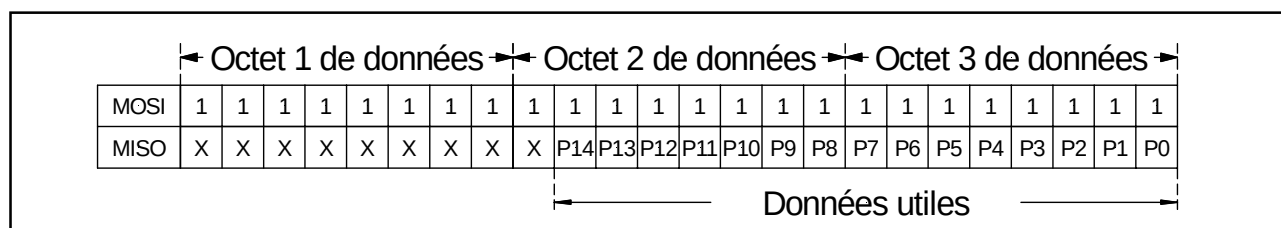

Figure 5: Transmission de données sur 3 octets d'une valeur de pression codée sur 15 bits
Pour démarrer une transmission de données, le maître met la ligne „Slave Select“ (SS) du capteur de pression à l'état BAS (masse). La valeur de pression est transmise sous forme d'un mot de 15 bits à l'intérieur d'une suite de 3 octets de données (voir Fig 5). Les capteurs de pression digitaux des séries HCE de Sensortronics ne sont pas conçus pour recevoir des données. Il est donc recommandé de ne transmettre sur la ligne MOSI que des niveaux HAUTS (=1) pour éviter toute perturbation ou mauvaise interprétation du capteur (voir également la remarque au paragraphe 3.1). Etant donné que le maître est tout de même susceptible d'envoyer un ordre au capteur en début de transfert, par sécurité les valeurs de pression ne sont transmises qu'après le deuxième octet de données et le premier octet est non-significatif (le capteur transmet 0xFFh). La valeur de pression réelle, contenue dans les octets 2 et 3, commence avec l'octet de poids le plus fort (MSB).